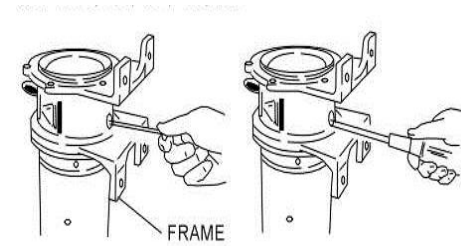

Figure 14
7. Retire el ensamblaje del magneto motriz (232). Coloque el motor verticalmente y retire los dos prisioneros M8 (908.1) desde el agujero de acceso en el bastidor (19). Inserte un destornillador y aplíquelo al cubo (porción inferior) del ensamblaje del magneto exterior y tire o palanquee la unidad hacia arriba. [Fig. 14] Almacene el ensamblaje del magneto en un lugar adecuado de tal manera que no atraiga pedazos de metal, etc hacia el.